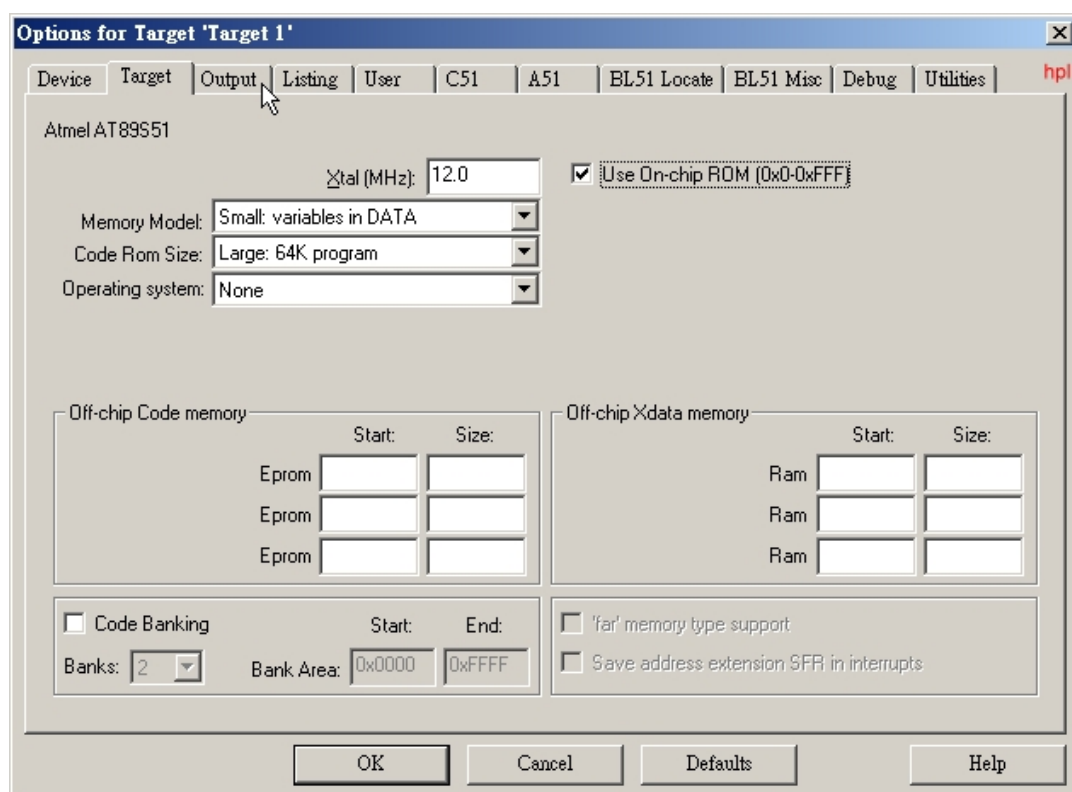
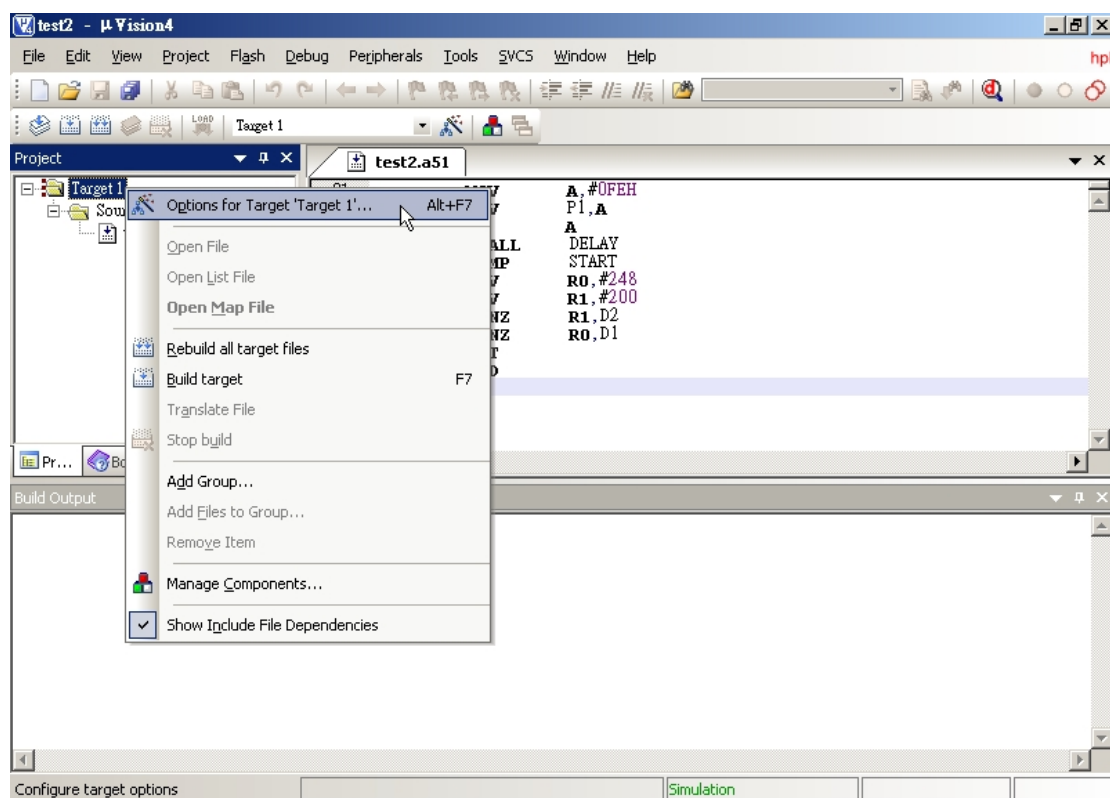
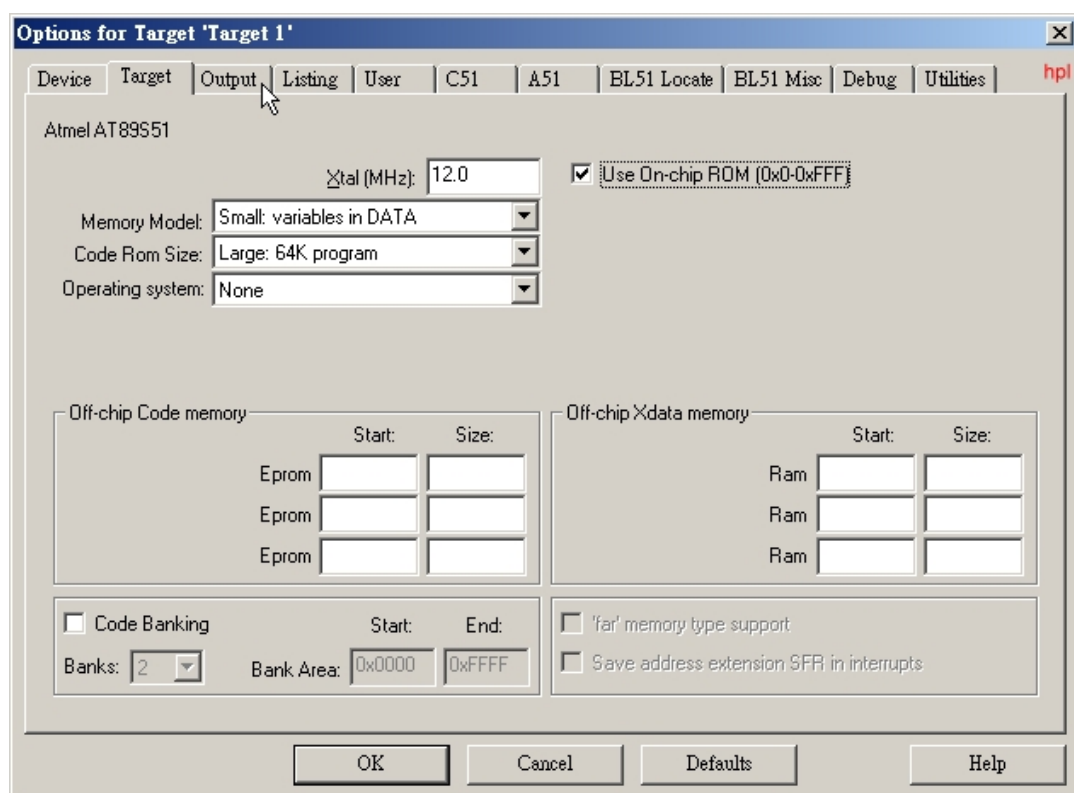

图 1-15 在 Target 标签页中，更改所选用单芯片的工作频率
图 2-11 选取 “Options for target
图 2-12 在 Target 标签页中，更改所选用单芯片的工作频率
在图 1-15 的 Target 标签页中，更改所选用单芯片的工作频率为 12。MCS-51 系列单芯片系统一般常选用 11.059 MHz 或 12 MHz。前者适用于产生各种标准的波特率 (baud rate)，后者的一个机器周期为 $1\ \mu\text{s}$ ，便于产生精确延迟时间。本程序中假设使用频率为
(6) 接下来要来做一些基本的设定选项的工作，在每一个项目裡面都要设定一次。滑鼠在屏幕左边的 Target 1 资料夹图示上右键单击，弹出一选单，如图 2-11 所示，然后选取“Options for target ‘Target 1’ ...”，则出现图 2-12 的窗口。
在图 2-12 的 Target 标签页中，如同图 1-15，更改所选用单芯片的工作频率为 12，并勾选 Use On-Chip ROM(0x0-0xFFFF)，以使用单芯片上的 Flash ROM。